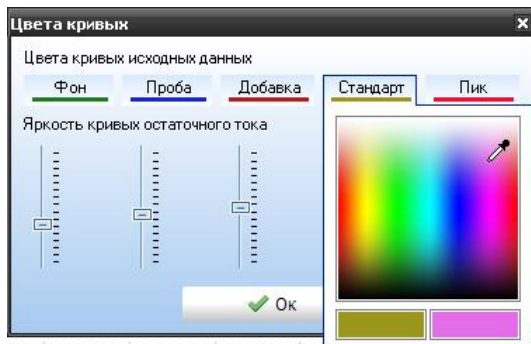

Рис. 4.15. Настройка цветов кривых
**Цвета кривых** — позволяет выбрать предпочтительную гамму цветов для разных типов графиков. Окно выбора цвета показано на (Рис. 4.15).